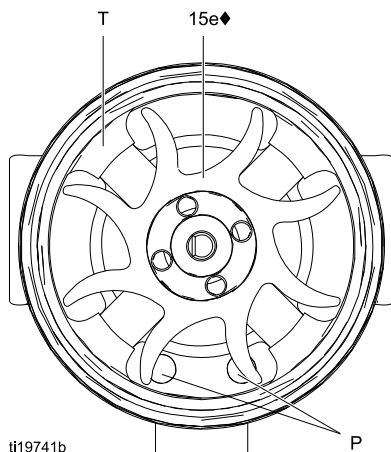
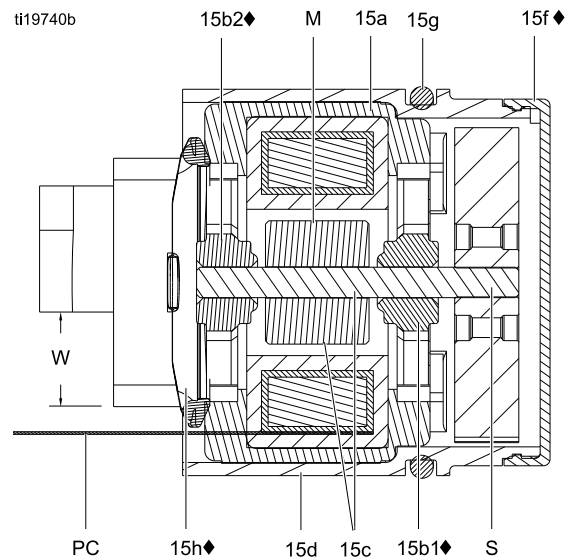

Figure 34 Ventilatorens retning
Figure 35 Generatortværsnit
7. Hold spolesamlingen (15a) fast i en høvlebænk, så ventilatorenden vender opad. Lirk ventilatoren (15e) af akslen (S) med en skruetrækker med bred klinge.
10. Monter det nye bundleje (15b1◆) på akslens (S) lange ende. Lejets fladeste side skal vende væk fra magneten (M). Monter i spolen (15a), så lejebladene flugter med spolens overflade.
12. Hold spolesamlingen (15a) fast i en høvlebænk, så ventilatoren vender opad. Tryk ventilatoren (15e) over på akslens (S) lange ende. Ventilatorbladene skal vende som vist.
13. Tryk forsigtigt spolesamlingen (15a) ind i husets (15d) forende, og sørg for, at pinden (S) på spolen er rettet ind efter spalten i huset. Konnektoren med 3 ledere (PC) skal placeres under det bredeste hak (W) i husets tapper som vist i fig. 35. Sørg for, at spolens passtifter (P) er placeret som vist i fig. 34.
14. Drej ventilatoren (15e), så dens blade ikke rammer de fire lejetapper (T) bag på huset. Sørg for, at bladene på bundlejet (15b1) passer med tapperne.